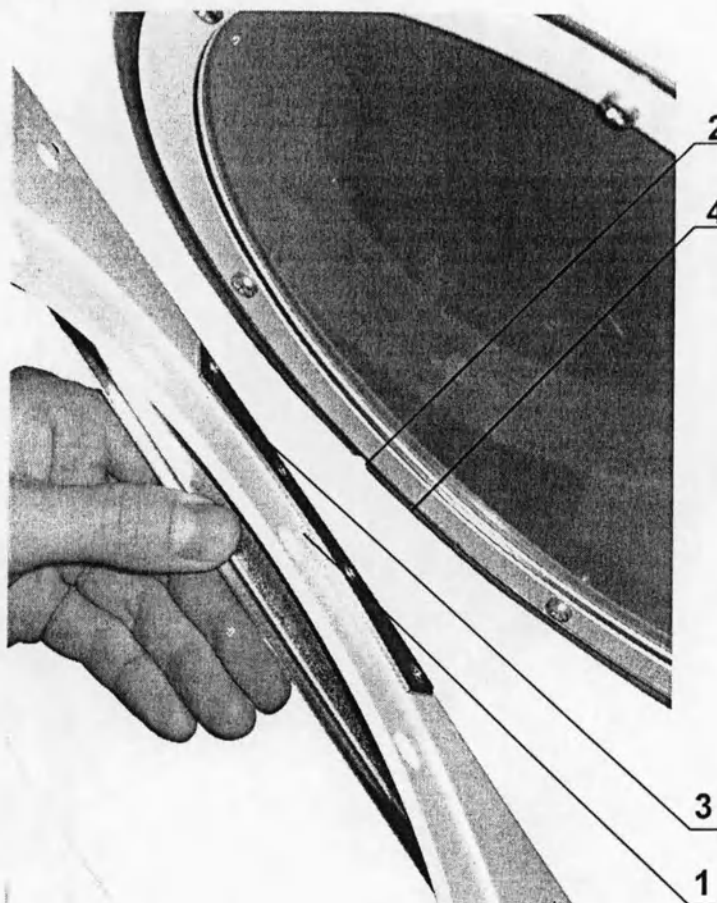

Рис. 2.20. Установка кассетодержателя. Совмещение выступа и паза.
- **Возьмите кассетодержатель** обеими руками, поднесите к рамке электронно-оптического блока и **подведите выступ кассетодержателя** (рис.2.20, поз.1) к пазу рамки (рис.2.20, поз.2).
- Совместив выступ с пазом, **заведите фиксирующую планку** кассетодержателя (рис.2.20, поз.3) за выступающий бортик рамки электронно-оптического блока (рис.2.20, поз.4).